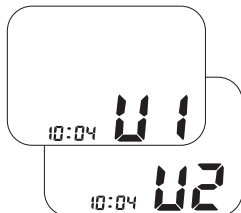

Fig. 1
4. Cuando la primera medición aparece en la pantalla (indicada por el 01 en la parte inferior izquierda de la pantalla), Fig. 1, presione y mantenga presionado el botón **MEM** hasta que dos líneas horizontales parpadeen, Fig. 2. Esto indica que se han borrado todas las mediciones.